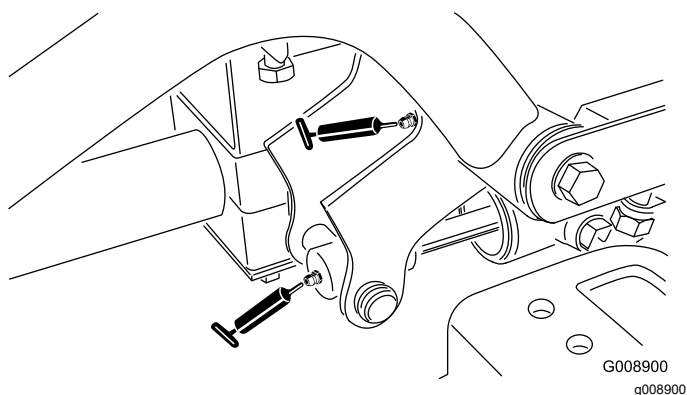

Figura 37
- 2 perni del braccio di sollevamento anteriore destro e cilindro di sollevamento (Figura 37)